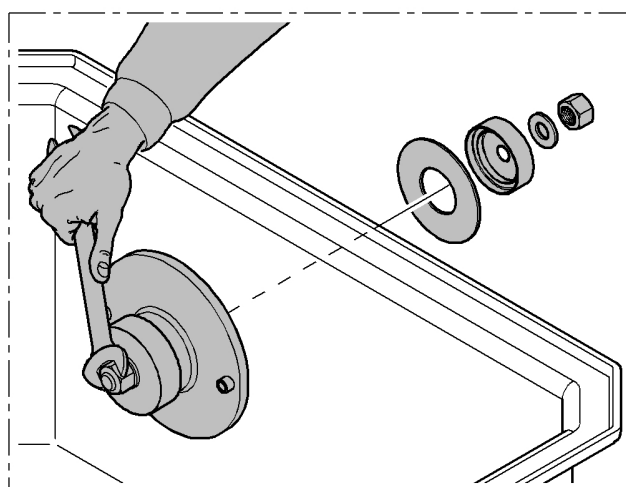

Fig. 4
- Montar os demais componentes do kit (contraflange, cilindro, arruela e porca) no lado oposto da caixa de empanque e apertar as porcas para comprimir a caixa de empanque contra a parede do escoadouro. (Fig. 4)